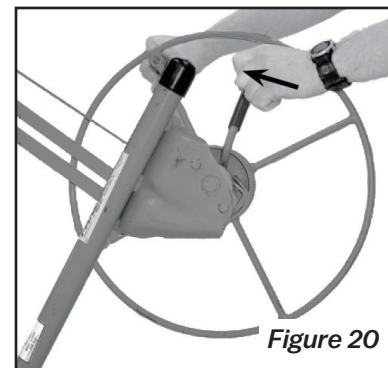

Figure 20
2. Continuer à maintenir la manivelle du treuil. Relâcher prudemment le frein avec la main gauche et faire tourner lentement la roue vers l'arrière pour abaisser le support à la hauteur souhaitée (figure 20).